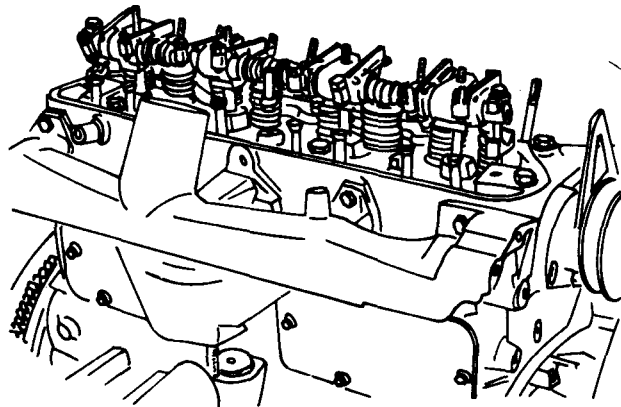

Рис. 1.56. Демонтаж оси коромысел клапанов (не вынимайте крайние болты).
14. Отверните четыре гайки оси коромысел клапанов (оба болта открутите но не вынимайте) и снимите ось вместе со стойками (см. рис. 1.56).